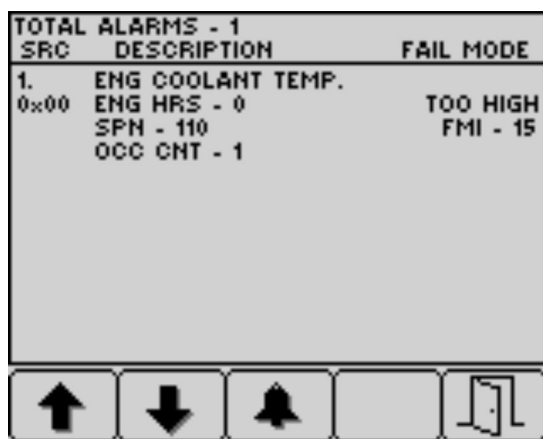

図 45
4. ボタン5を押すと不具合表示を出てホーム画面に戻る。図 45
5. ボタン5を押すと不具合表示を出てホーム画面に戻る 図 45 エンジン関係のアドバイス \(ページ 36\)を参照。